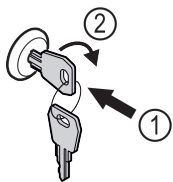

Fig. 87
- ▶ Introduceți cheia prin apăsare Fig. 87 (1).
- ▶ Rotiți cheia cu 90° în sensul acelor de ceasornic Fig. 87 (2).